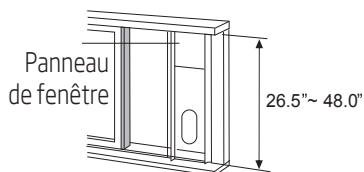

Fig. 13
2. Fixez le kit coulissant pour fenêtre sur la traverse de la fenêtre. Ajustez la longueur du kit coulissant pour fenêtre en fonction de la largeur de la fenêtre ; raccourcissez le kit réglable pour fenêtre si la largeur de ladite fenêtre est inférieure à 67,5 cm. Ouvrez la fenêtre et placez le kit coulissant pour fenêtre sur la traverse latérale de la fenêtre. Voir Fig. 13.